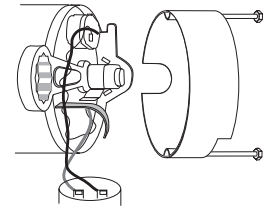

Figure 16 – Retenue de l'arbre
2. Si la roue doit être remplacée, desserrer les deux vis mécaniques et enlever le capot du moteur (voir Figure 16). Si le moteur est doté d'un condensateur, passer à l'étape 3. Dans le cas contraire, passer à l'étape 6.
⚠ AVERTISSEMENT La tension du condensateur peut poser des risques. Pour décharger le condensateur du moteur, tenir un tournevis isolé par sa poignée et court-circuiter ensemble les bornes du condensateur (voir Figure 16). Ne pas toucher la lame en métal du tournevis ni les bornes du condensateur. En cas de doute, consulter un électricien qualifié.